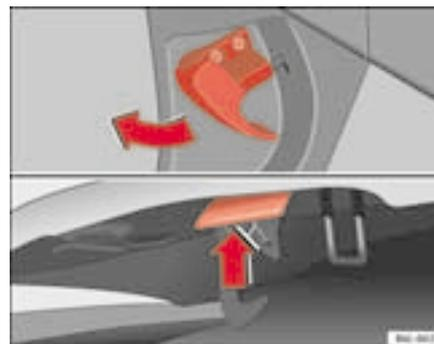

Fig. 123 Gancho de abertura do capot.
- Puxar a alavanca que se encontra debaixo do painel de instrumentos ⇒ **fig. 123** no sentido indicado pela seta. O capot fica destrancado pela acção da mola ⇒ **⚠**.